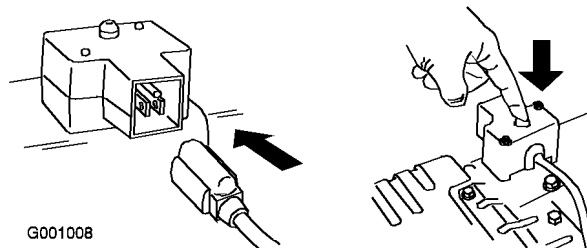

Figura 24
- Avviate lo spazzaneve usando la maniglia di avviamento a strappo o l'avviamento elettrico (Figura 24).